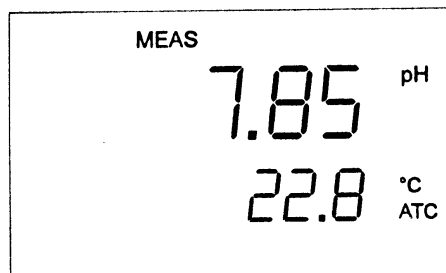

Figure 19 - Mode de mesure
2. Mettre le multi-paramètre sous tension. L'indicateur MEAS (mesure) apparaît au milieu en haut du LCD. L'indicateur ATC (CAT) apparaît dans le coin inférieur droit pour indiquer la Compensation Automatique de Température. Voir figure 19.